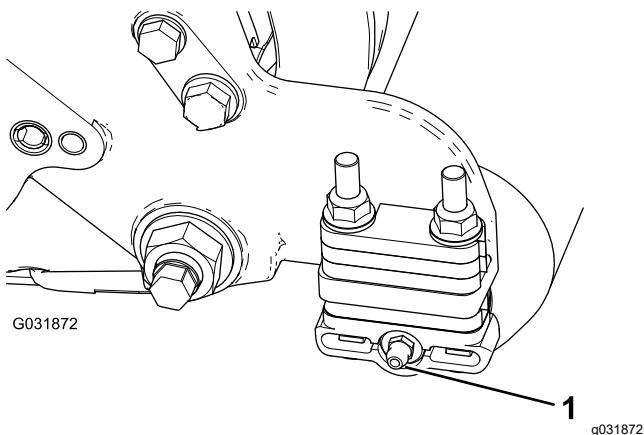

Figura 6
2. Montate il raccordo di ingrassaggio a 90° in modo che sia rivolto all'indietro (Figura 6).